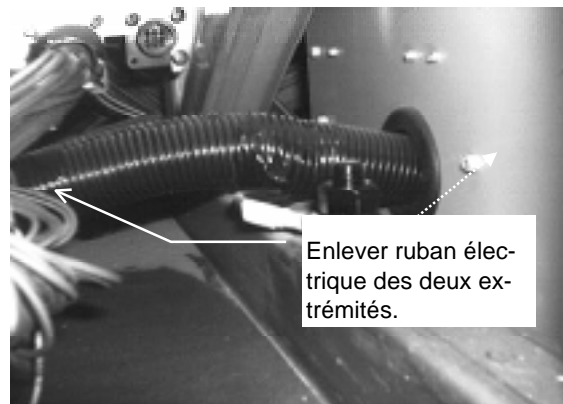

FIGURE 8 18234
r. Enlever le ruban électrique des deux extrémités du tube flexible (Fig. 8).